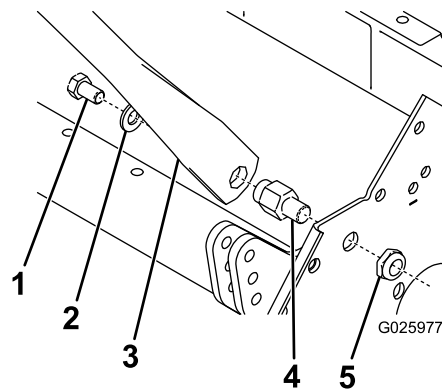

図 1
8. ハンドルアセンブリをマシンに固定しているボルト、ワッシャ、ハンドルピボットピン、フランジヘッドナットを外す 図 1。